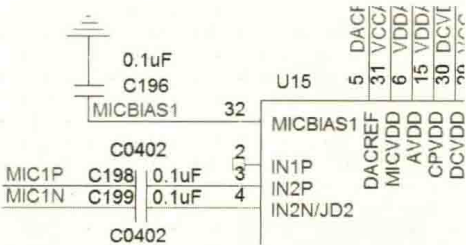

图 14-36 MIC 耦合电容的放置
(1) Codec 布局时应靠近连接座放置，走线尽可能短。
(2) 为了保证供电充足，Codec 各路电源走线线宽要求大于 15mil，VCC\_SPK 走线线宽要求大于 30mil。
(3) Codec 各输入、输出信号包括 HP OUT、LINE IN、LINE OUT、MIC IN、SPDIF、SPEAKER OUT 等信号，为避免信号间串扰引起的输出失真及噪声，均需要进行包地处理（包地处理应包括同层包地与邻层包地），并与其他数字信号隔离。
(4) 音频走线为模拟线，HP OUT 信号线宽建议大于 15mil，LINE IN / OUT 信号线宽建议大于 10mil。
(5) MIC IN 信号比较敏感，为避免引入噪声，MIC 的耦合电容要靠近 Codec 端放置，如图 14-36 所示。